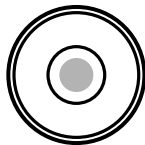

図 4.5
8) 整準ねじ⑥を回して、気泡を○の中央に入れます。(図 4.5)